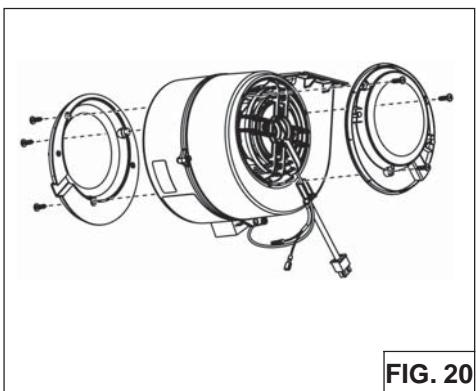

FIG. 20
2. Utiliser no.6 vis 1/2 x ", installez un support de filtre de chaque côté (fourni) de la soufflerie interne (Fig.20).